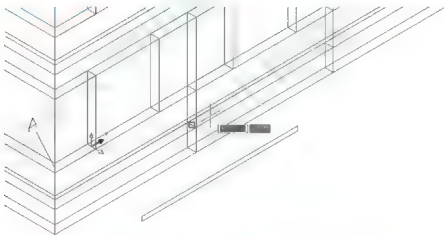

图 6.63 捕捉 A 点作为多段线的起点
- (1) 启动【多段线】命令（快捷键 PL）。
- (2) 在指定起点：提示下，捕捉图 6.63 中所示的 A 点作为多段线的起点。